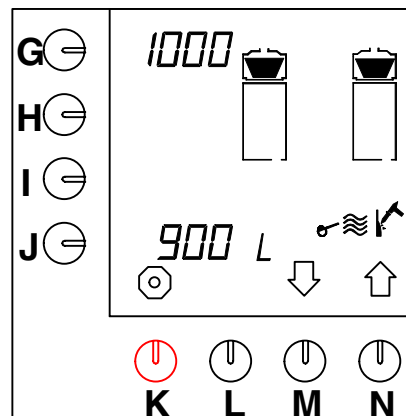

Abb. 52 Entkalkungsmeldung für das Kaffeebrühsystem
- Drücken Sie auf die Wahl taste (M.)↓, bis Abb.52 im Display erscheint.